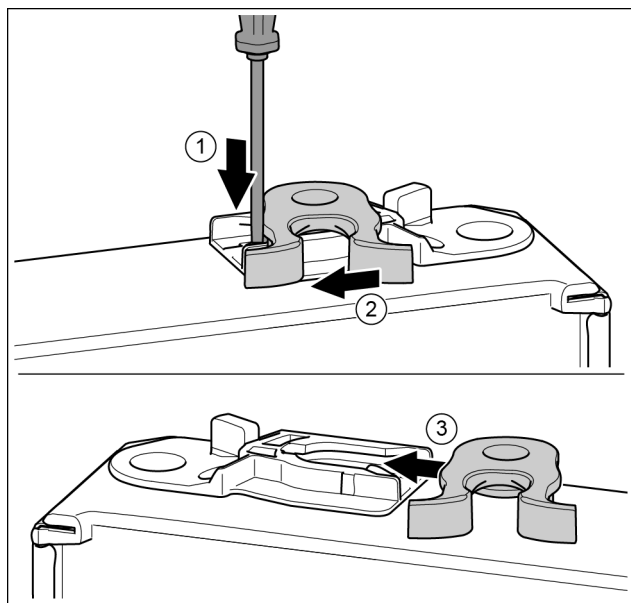

Fig. 14
- Nyomja le a fedőlemezt csavarhúzóval. Fig. 14 (1)
- Húzza ki a záróhorgot a vezetősínből. Fig. 14 (2)
- Tolja be a záróhorgot a másik oldalon lévő vezetősínbe. Fig. 14 (3)